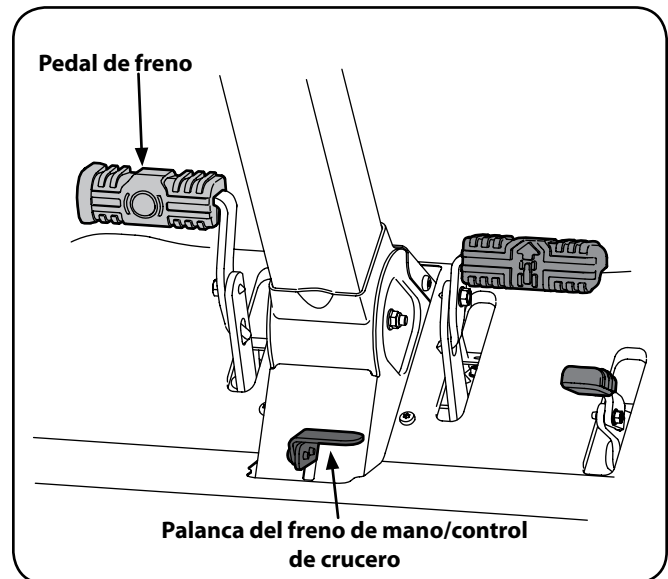

Figura 12
2. Ponga el freno de mano oprimiendo hacia adelante el pedal de freno (○), luego oprima la palanca de control de crucero/freno de mano y posteriormente suelte el pedal de freno (○). Consulte la Figura 12.
3. Verifique que el interruptor de la PTO se encuentre en posición desactivada (abajo). Consulte la Figura 12.